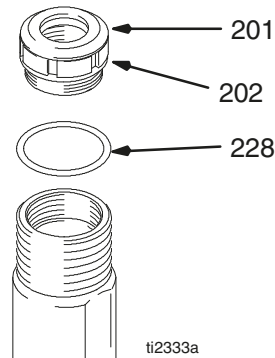

Fig. 13
Fig. 13. Placez le joint (201) dans l'écrou de presse-étoupe (202). Mettez l'entretoise de réglage du presse-étoupe (228) sur l'écrou de presse-étoupe. Montez l'écrou de presse-étoupe dans le cylindre sans le serrer.